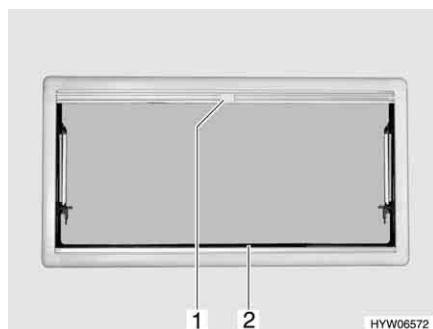

Fig. 60 Finestra apribile
- Afferrare la tendina oscurante pieghevole (Fig. 60,2) per la parte centrale della barra di presa, tirarla dal basso verso all'alto e rilasciarla nella posizione desiderata. La tendina oscurante pieghevole rimane in questa posizione.
- Tirare la zanzariera a rullo per la maniglia (Fig. 60,1) verso il basso fino a quando non si trova in contatto con la tendina oscurante pieghevole (Fig. 60,2).
- Premere la maniglia (Fig. 60,1) della zanzariera a rullo.